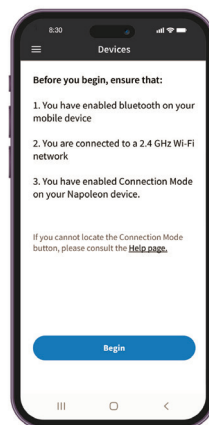

Fig. 7
- Aceite as permissões. (Fig. 7)